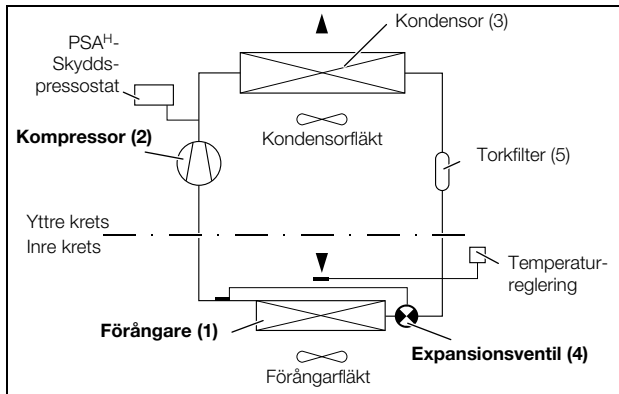

Bild 3: Kylkrets
Kylaggregatet (kompressionskylanläggning) består av fyra huvudkomponenter (jmf. bild 3): förångare (1), köldmediekompressor (2), kondensor (3) och styr- resp. expansionsventil (4), som är förbundna med rörledningar. Denna krets är fylld med köldmediet. Köldmediets ozonförstörande potential är 0. Det är därmed mycket miljövänligt. Ett torkfilter (5) som är integrerat i den hermetiskt slutna kylkretsen ger effektivt skydd mot fukt, syra, smuts och främmande partiklar i kylkretsens inre.